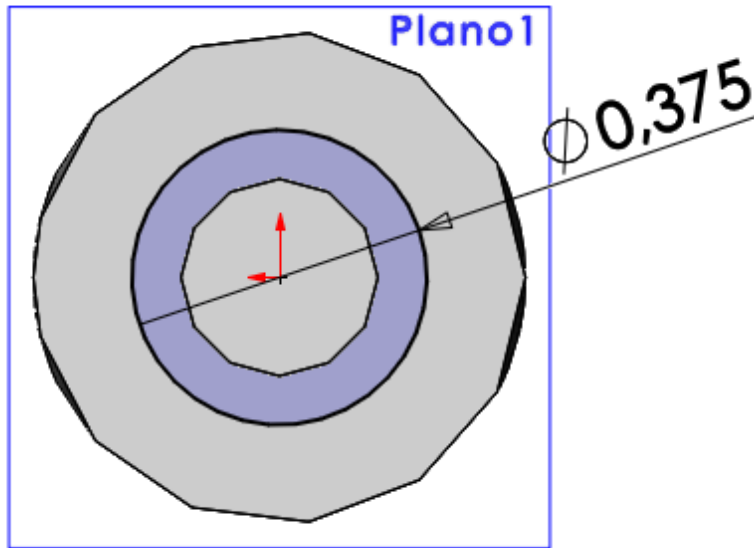
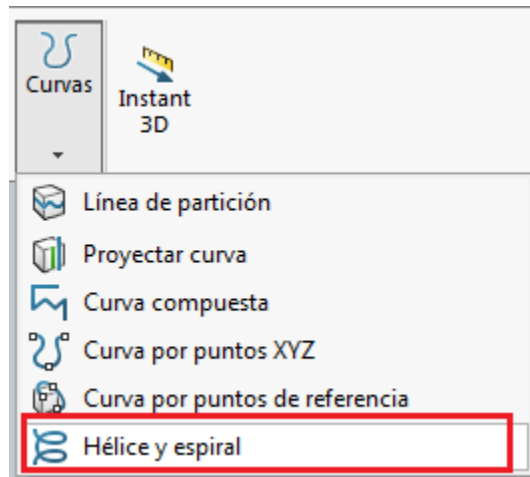

Ilustración 128
Ilustración 129
Paso 3: Se dibuja un círculo en el plano creado, en este caso de 0,375 pulgadas (ver ilustración 128), se selecciona el círculo, a continuación se da clic en la opción **Curvas**  ubicada en la pestaña de **Operaciones** y se elige **Hélice y espiral**  (ver ilustración 129)